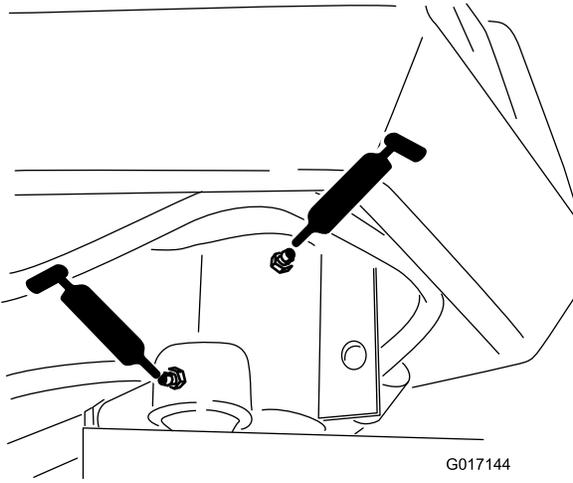

**Bild 35**
- Heckrollennabe, oder bei einem Dreiradantrieb, Rollenkupplungen des Hinterrads und externes Kugellager (1) (Bild 35)